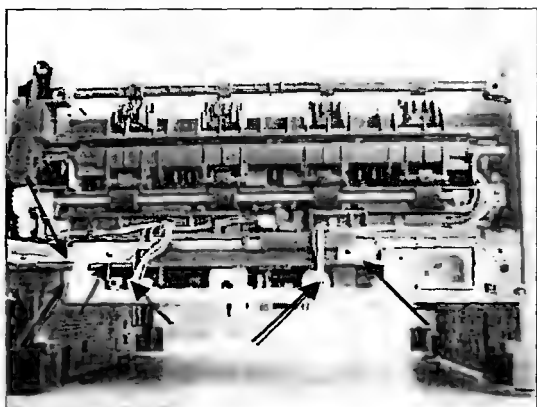
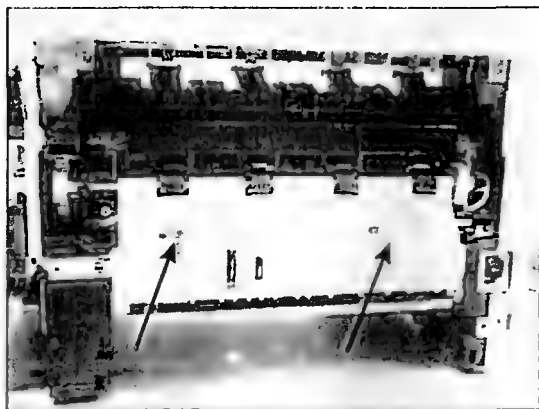

Рис. 8.10
Рис. 8.11
- После проделанных операций открывается доступ практически ко всем узлам и блокам принтера, в том числе и к фьюзеру. Он крепится к задней части основания винтами (отмечены стрелками) — на рис. 8.10 вариант без дуплексора, а на рис. 8.11 — с дуплексором. Для снятия фьюзера вначале снимают направляющую плоскость, открутив два винта ее крепления к основанию. Отжав три защелки в нижней части направляющей, вытягивают ее на себя. На направляющей плоскости расположен один активатор для двух датчиков
вхождения листа бумаги в дуплексор. Отсоединяют разъемы питания термоузла и датчиков (отмечены стрелками на рис. 8.10).